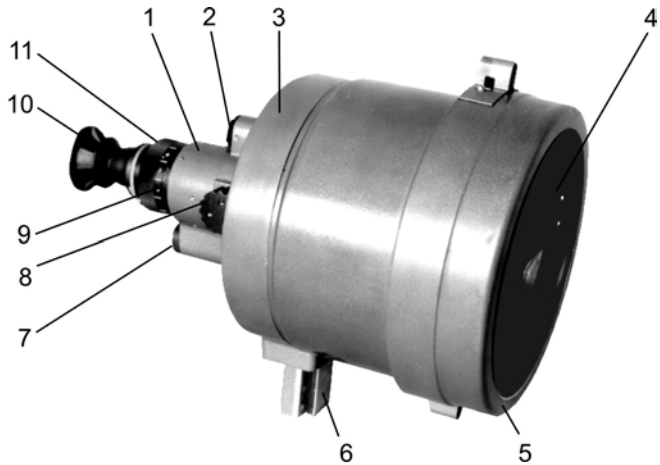
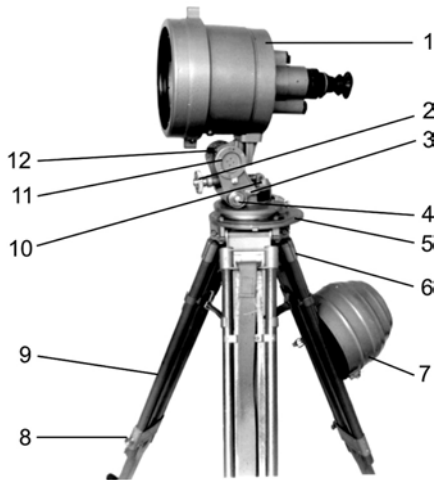
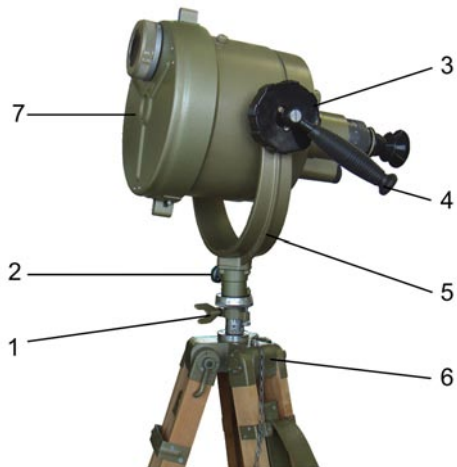
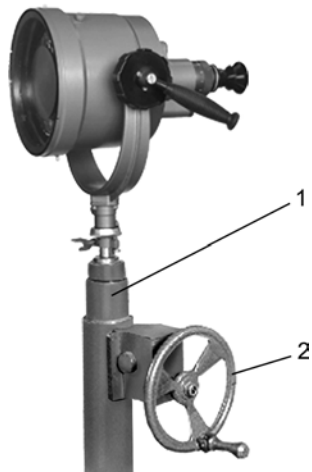

Рисунок 1 – Визир
Рисунок 2 – Прибор ПДН-К
Рисунок 3 – Прибор ПДН-КМ на треноге
Рисунок 4 – Прибор ПДН-КМ на стойке
- визир 1 (рисунок 1) – прибор наблюдения;
- тренога с лимбом 11 (рисунок 2) – для установки визира и вращения его в горизонтальной и вертикальной плоскостях – для изделия ПДН-К;
- тренога 6 (рисунок 3) или стойка 1 (рисунок 4) – для изделия ПДН-КМ;
Визир состоит из объектива 4 (рисунок 1), окуляра 11, электронно-оптического преобразователя (ЭОП), посадочного места 6 (типа «ласточкин хвост») – для изделия ПДН-К, вилочного кронштейна 5 (рисунок 3) – для изделия ПДН-КМ.
На объектив 4 (рисунок 1) надеваются:
Резиновый наглазник 10 (рисунок 1) обеспечивает удобство работы и предохраняет глаз от травм.
Тренога состоит из основания 5 (рисунок 2), на котором закреплены лимб 11 и три раздвижные ноги 6. Лимб треноги закрыт защитным колпаком 7 – для изделия ПДН-К. Для изделия ПДН-КМ посадочное место визира треноги (стойки) закрывается колпаком, входящим в комплект треноги (стойки).
Крепление визира осуществляется винтом 1 (рисунок 3). Ручки 4 являются элементами управления визиром. Маховичок 2 служит для фиксации положения визира в горизонтальной плоскости, маховичок 3 – в вертикальной плоскости.
- грубое – поднятием рукоятки 3 (рисунок 2) вверх;
Регулировка визира по высоте изделия ПДН-КМ, установленного на стойке 1 (рисунок 4), осуществляется маховичком 2.
- раздвигая ноги 6 (рисунок 2) треноги и регулируя их длину выдвижением стоек 9, установить треногу так, чтобы верхний срез колпака 7 находился на уровне плеч наблюдателя;
– вынуть из футляра (рисунок 5) визир 5, установить его посадочным местом 6 (рисунок 1) на лимбе 11 (рисунок 2) и закрепить его вращением рукоятки 12;
– вывернуть из корпуса 3 (рисунок 1) крышку 7 с направляющим тубусом и установить в нем элементы питания в соответствии с маркировкой, имеющейся на тубусе;
– включить визир, нажав кнопку 2 (рисунок 1). При наблюдении в окуляр должно быть видно желто-зеленое свечение экрана ЭОП;
- вывинтить наглазник 10 (рисунок 1) в оправе с окуляра визира;
- фокусировкой объектива визира, объектива ТВ камеры и диоптрийной подвижкой окуляра 11 (рисунок 1) добиться четкого изображения.